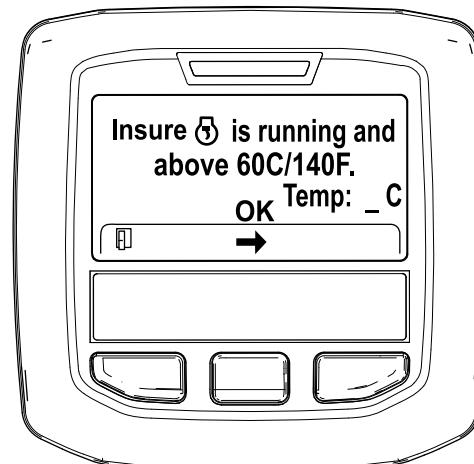

Figura 47
5. Si la temperatura del refrigerante se encuentra por debajo de 60 °C (140 °F) aparece el mensaje "Insure  is running and above 60C/140F" (Asegúrese de que está funcionando y por encima de 60 °C/140 °F). (Figura 47).